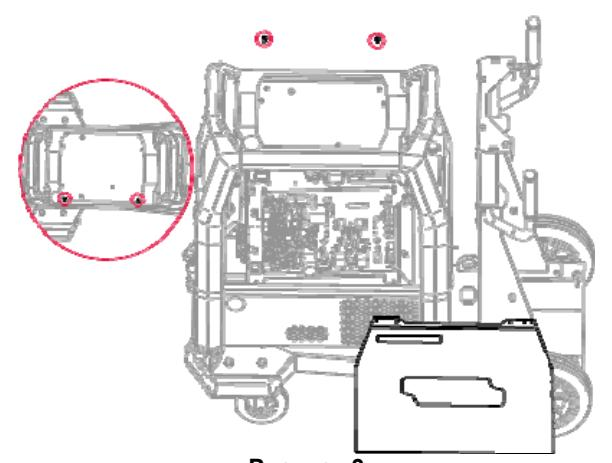

Рисунок 3
- Открутите и удалите боковую крышку Speedtec - открутите два винта M5x20 (Рис. 3).